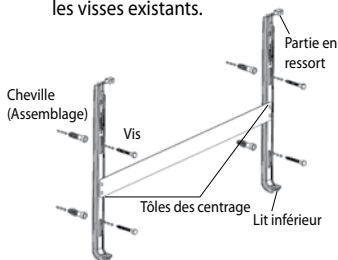

Figure 5. Crochets de suspendeurs
2. Pour que le câble de liaison du Convecteur Panneaux Electrique ne soit pas forcé et tiré Il faut bien déterminer la distance par rapport à la prise. Une fois que la place est déterminée pour cela les emplacements des trous nécessaires pour le montage sont marqués conformément aux dimensions mentionnées dans la figure 5. Pour cette opération les crochets de suspendeurs dont le croquis est fourni dans la figure 3 peuvent être utilisés comme modèle. Pour le marquage les crochets de suspendeurs sont appuyés sur le mur et les emplacements des trous qui vont être vissés sont marqués avec un crayon à travers l'ouverture des trous ovales se trouvant sur les crochets de suspendeurs de manière à ce que le convecteur soit placé (de préférence) au moins à une hauteur de 100 mm. Pour que l'appareil fonctionne d'une manière effective les dimensions minimales déterminées pour la partie Inférieure, pour la partie supérieure et pour les cotés doivent être prises en considération.